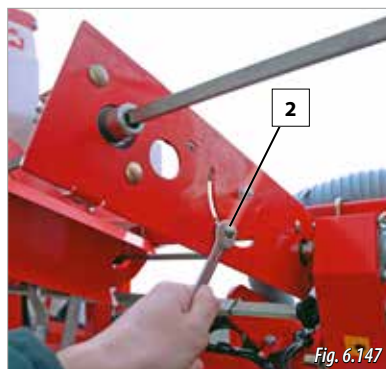

Fig. 6.147
**2-** Destensionați lanțul, pentru aceasta folosiți o cheie pentru piulița întinzătorului (2, Fig. 6.147).
**4-** Tensionați lanțul cu întinzătorul, fixați poziția acționând asupra piuliței (2, Fig. 6.147),